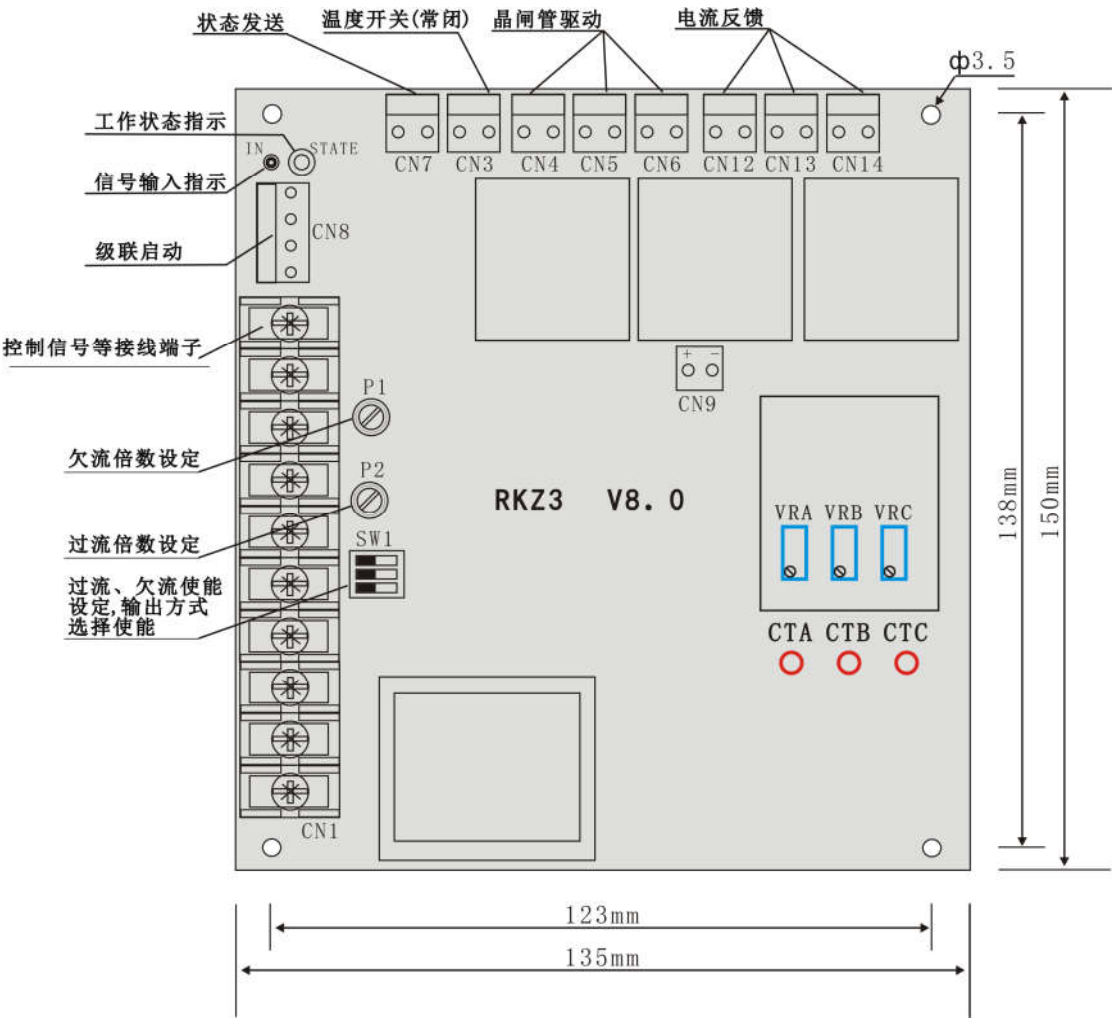

图 7
- (1) 可能负载开路或未接负载
- (2) 调压器的晶闸管模块击穿损坏。晶闸管模块输出端的电阻一般大于 500KΩ。
12. KZ3 控制板各部分说明及安装孔尺寸图 (图 7)
我公司调功器的电流报警功能的标定值均是按调功器的额定电流进行标定，客户在实际使用时可能会遇到加热负载正常，但调功器偶发或频繁出现加热器断线报警（状态指示灯红色闪烁），可能原因是欠流报警灵敏度设置过高或负载的实际使用电流低于调功器额定电流的 60%，如欠流报警灵敏度设置过高，检查调功器欠流报警设定电位器 P1（见图 7）的设置，可将 P1 调整指向 30%（需逆时针旋转）以降低报警灵敏度，重新上电解除报警，观察负载电流及调功器状态，以确定是否解决此问题。如未能解决，可参照下述步骤和方法重新进行标定，具体方法如下：
注：各个操作、测量点位见图 7。